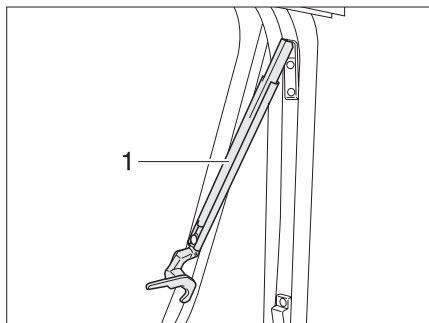

Fig. 25 Finestra apribile con deflettori automatici, aperta
- ▶ Aprire la finestra apribile fino al punto di arresto desiderato. Il deflettore automatico (Fig. 25,1) si innesta automaticamente in posizione.